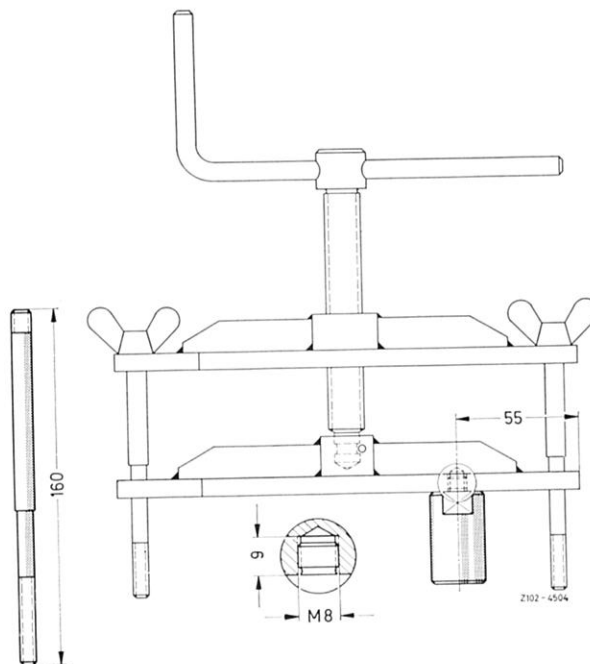

Bild 27-11/23
setzen und restliche 4 Halteschrauben (12) ent-fernen (Bild 27-11/24).